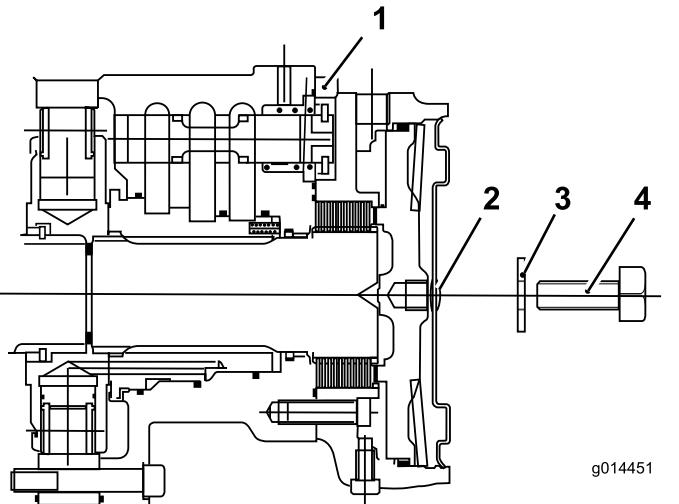

Bild 37
1. Entfernen Sie die Schraube (12 x 40 mm) und Unterlegscheibe (12 mm) aus dem Loch in der Mitte der Motorenendplatte (Bild 37).